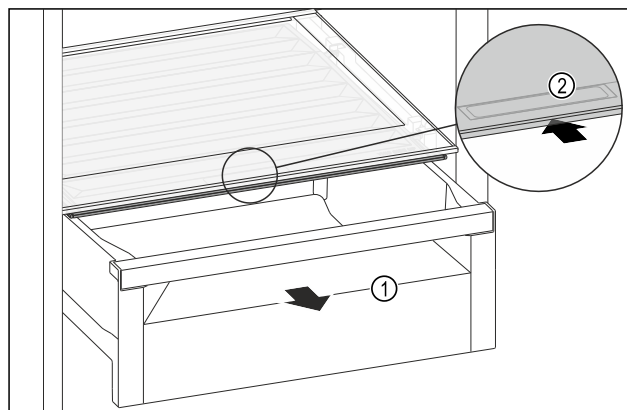

Fig. 136
- Zásuvku Fig. 136 (1) vytáhněte.
- Uchopte prohlubeň pro rukojeť Fig. 136 (2) na víku zásuvky a současně zasuněte víko zásuvky směrem dozadu.